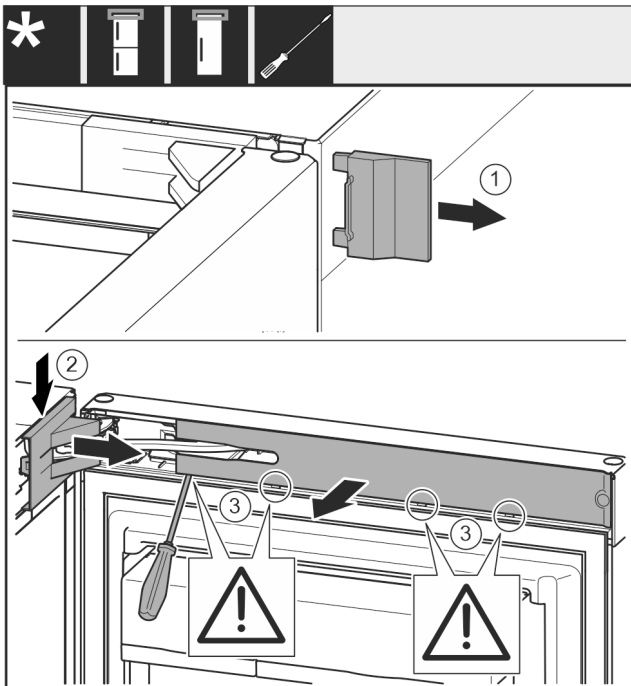

Fig. 7
- ▶ Äußere Abdeckung abnehmen. Fig. 7 (1)
- ▶ Lagerbockabdeckung ausrasten und lösen. Lagerbockabdeckung abnehmen. Fig. 7 (2)
- ▶ Blende mit Schlitzschraubendreher ausrasten und zur Seite schwenken. Fig. 7 (3)